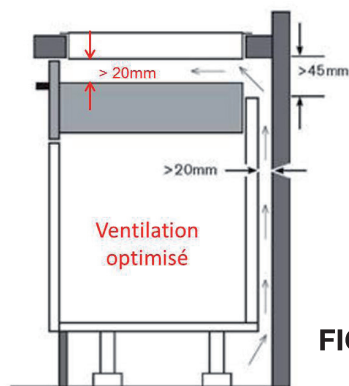

FIGURE 3
- La distance entre la table de cuisson et le mur à l'arrière doit être au minimum de **40 mm (figure 3)**.
- Veillez à laisser un espace minimum de **20 mm** sous le fond du caisson de l'appareil pour assurer une bonne circulation de l'air de refroidissement de l'électronique (**figure 3**).
- L'écart de sécurité entre la table de cuisson et la hotte aspirante placée au-dessus doit respecter les indications du fabricant de la hotte. En cas d'absence d'instructions, respectez une distance minimum de **650 mm (figure 3)**.